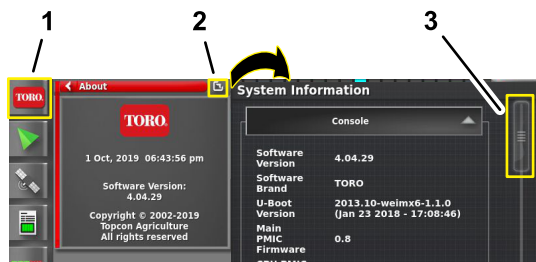

図 210
1. システム情報アイコンを押し、次に、システム情報ウィンドウの右上にある全画面アイコンをスワイプするなでる 図 210。